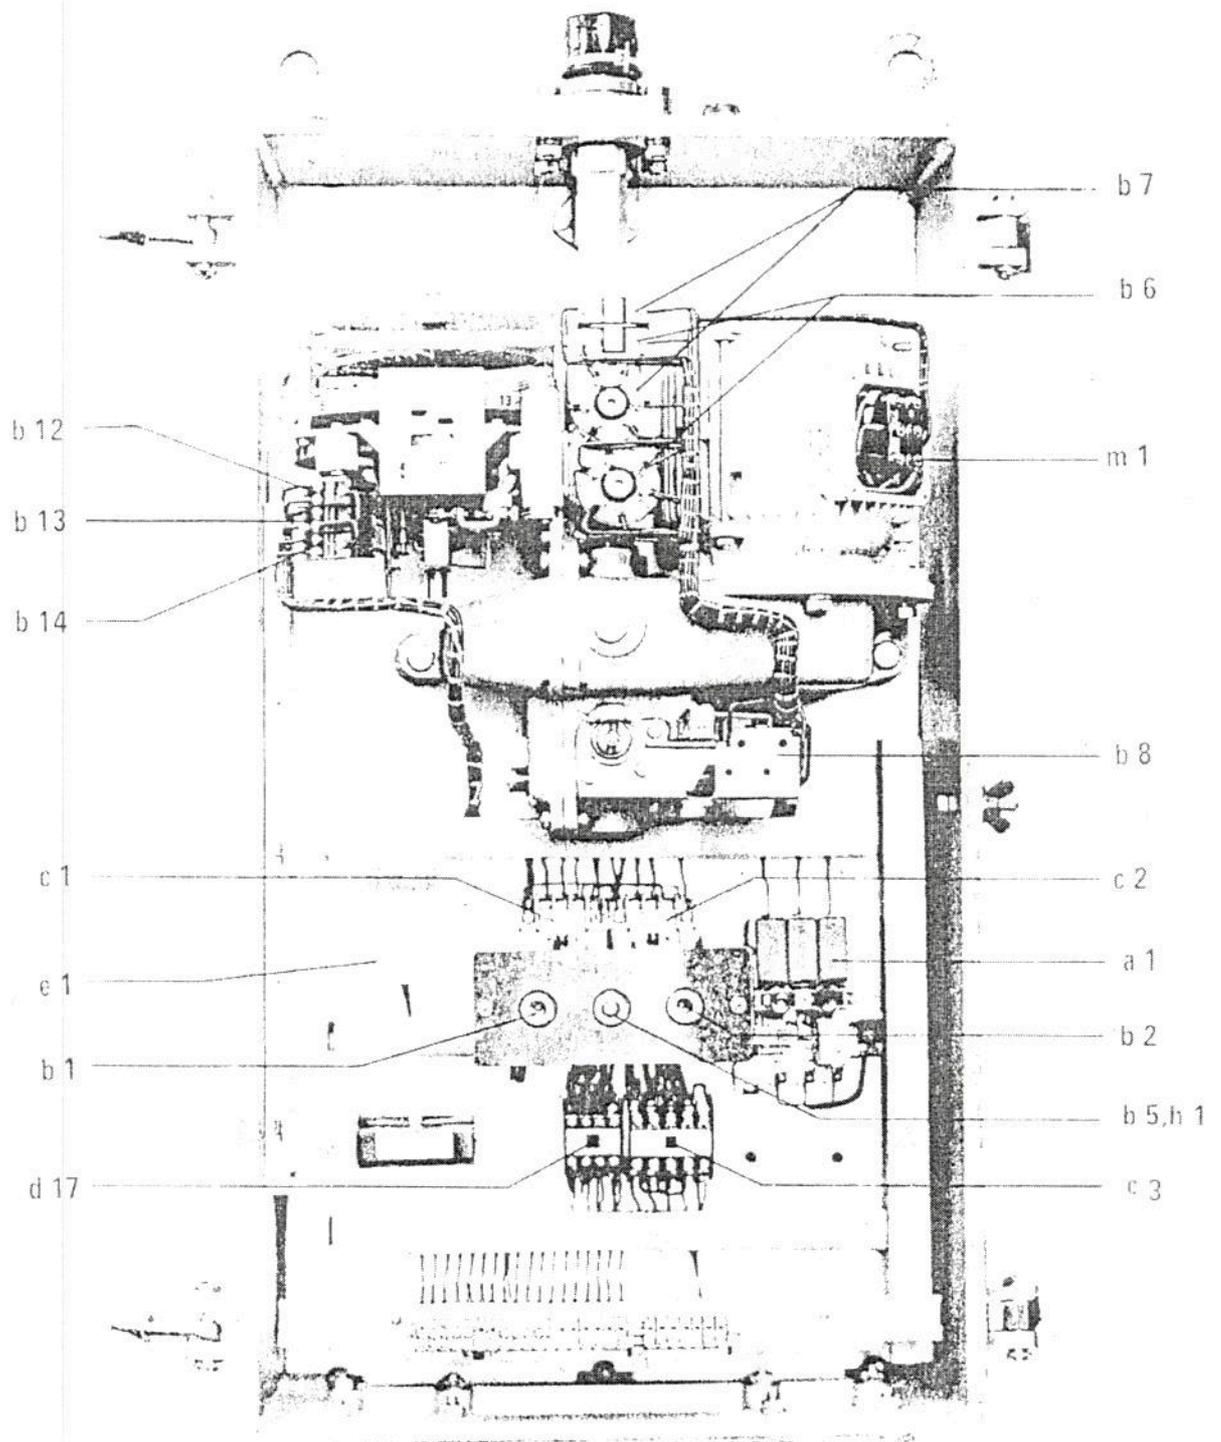

Bild 6 Motorantrieb MA 7
**Elektrische Ausrüstung (Bild 6)**